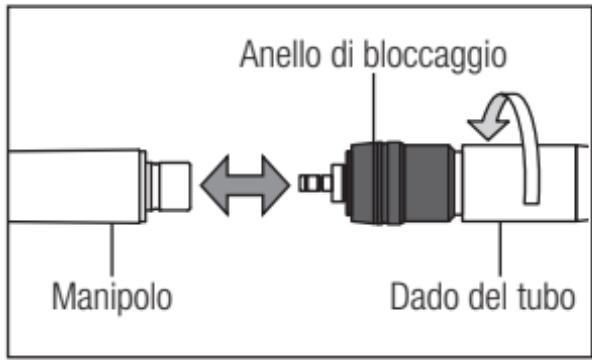

Fig. 3
**X450QD** (1) Collegamento
- 1) Inserire l'attacco nel connettore del tubo e serrare il relativo dado (Fig. 3).